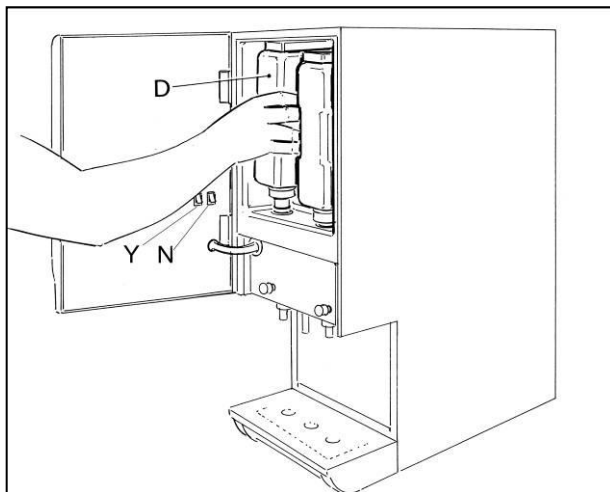

Fig. 1
**L'**apparecchio su una superficie orizzontale e solida facendo in modo che la carrozzeria dell'apparecchio sia ben areata (almeno 20 cm di spazio libero, fig.1), installare l'apparecchio in un ambiente asciutto ed evitare di installarlo vicino a
- **A**prire il portellone della macchina utilizzando l'apposita chiave data in dotazione con l'apparecchio in modo da avere accesso al vano BIB prodotto (Fig. 1).
- **R**imuovere il contenitore prodotto (D) (fig. 1).
- **A**pplicare il contenitore prodotto pieno di acqua sanitizzata all'attacco libero (Fig. 1).